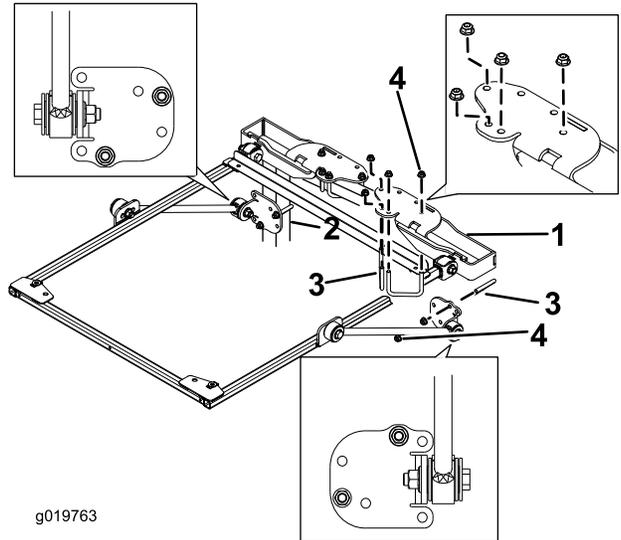

Bild 9
9. Befestigen Sie die Befestigungshalterungen des Überrollschutzes an der Oberseite des Überrollbügels der Zugmaschine (Bild 9).
10. Befestigen Sie jede Befestigungshalterung des Überrollschutzes mit zwei U-Bügeln (2 3/4") und vier Bundmuttern in den in Bild 9 abgebildeten Befestigungslöchern an der Oberseite des Überrollbügels.
11. Befestigen Sie jede Strebenhalterung lose mit einem U-Bügel (2 3/4") und zwei Bundmuttern in den in Bild 9 abgebildeten Befestigungslöchern an den Streben des Überrollbügels.